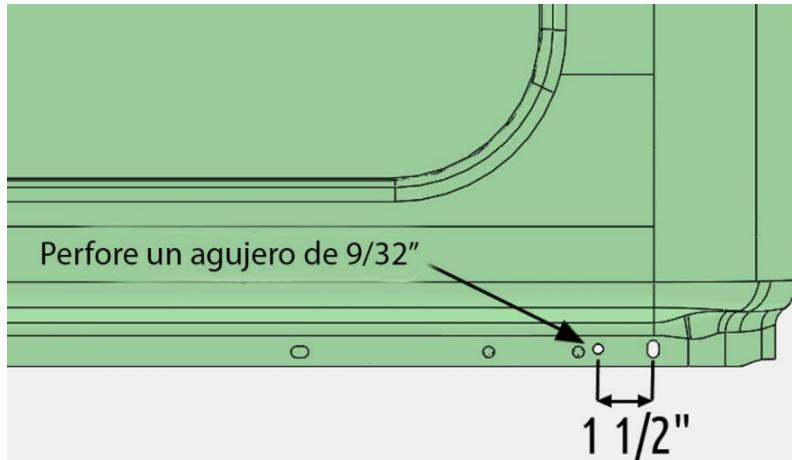

Fig. 1 – Localización de agujero a perforar
3. Marque y perfore un agujero de $9/32"$ a $1\frac{1}{2}"$ adelante del agujero existente más trasero y a $\frac{1}{2}"$ de la parte inferior de la soldadura (Fig 1).